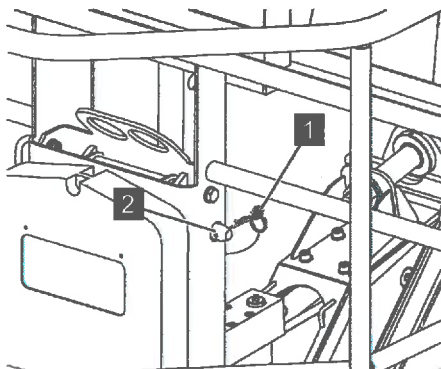

Abb. 77: Befestigungsbolzen sichern
11. Befestigungsbolzen (Abb. 77/2) mit dem Feder Splint (Abb. 77/1) sichern.